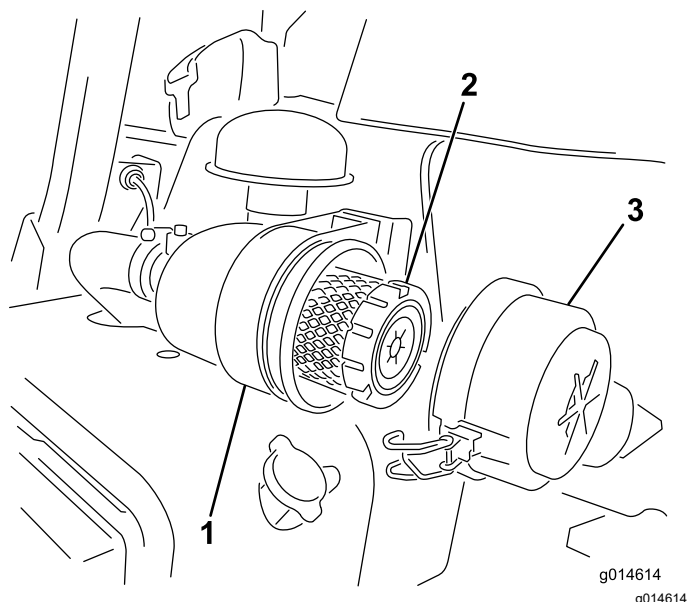

Figura 28
1. Rilasciate i fermi che fissano il coperchio del filtro dell'aria al relativo corpo (Figura 28).
7. Fissate i fermi (Figura 28).